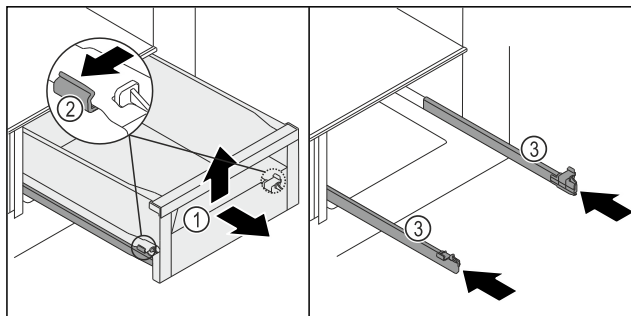

Fig. 114
- ▶ Izvucite ladicu Fig. 114 (1) do graničnika.
- ▶ Stezaljku Fig. 114 (2) lijevo i desno na vodilicama istovremeno lagano pritisnite prema van.
- ▶ Ladica Fig. 114 (1) se odvaja od vodilica.
- ▶ Podignite ladicu Fig. 114 (1) sprijeda.
- ▶ Izvadite ladicu Fig. 114 (1) prema naprijed.
- ▶ Ugurajte vodilice Fig. 114 (3).